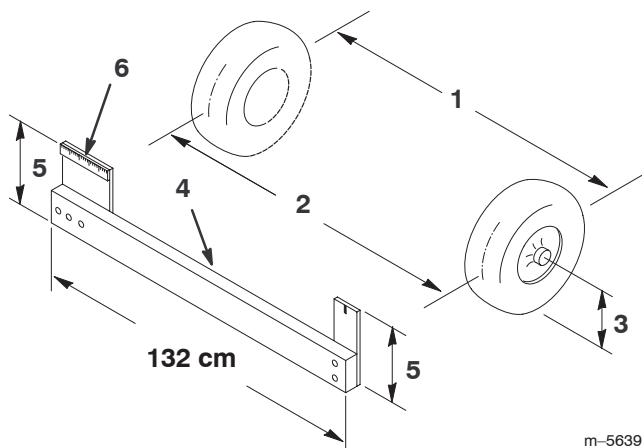

Figure 36
2. Mesurez la distance entre les roues avant à hauteur d'essieu, à l'avant et à l'arrière des roues (Fig. 36). Un gabarit ou un compas à verges est nécessaire pour mesurer l'arrière des roues avant à hauteur d'essieu. Utilisez le même gabarit ou outil pour mesurer précisément l'avant des roues avant à hauteur d'essieu (Fig. 36).